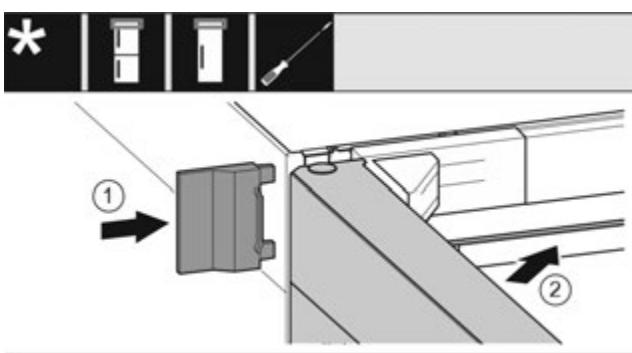

Fig. 22
- Насуньте зовнішню кришку. Fig. 22 (1)
- Закрійте верхні дверцята. Fig. 22 (2)